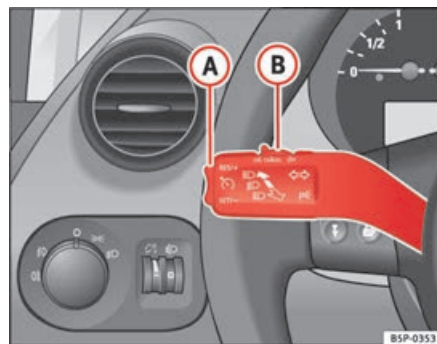

Fig. 149 Leva degli indicatori di direzione e degli abbaglianti: interruttore e tasto di comando del regolatore di velocità
- Premere la parte superiore del tasto **RES/+** ⇒ fig. 149 **A** per aumentare la velocità. La velocità sale finché si tiene premuto il tasto. Il sistema memorizza come parametro di riferimento la velocità raggiunta nel momento in cui si lascia andare il tasto.
Se si riduce la velocità schiacciando il pedale del freno, il regolatore si disattiva. Per riattivare il regolatore di velocità basta premere una volta sulla parte superiore del tasto **RES/+** ⇒ pag. 184, fig. 149 **(A)**.